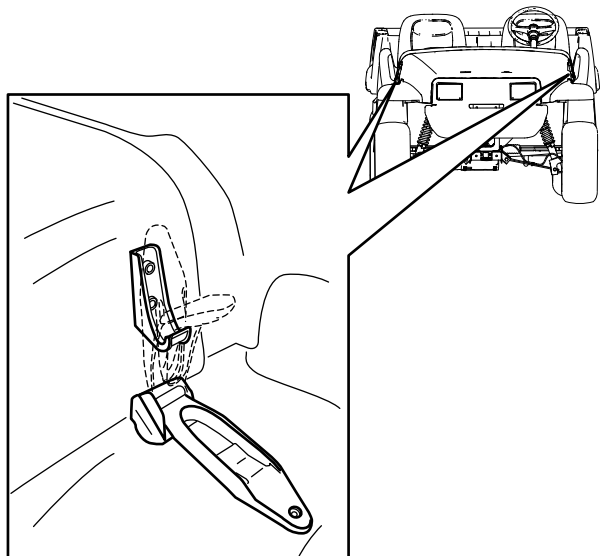

Bild 21
1. Heben Sie den Hebel der Gummriegel an jeder Seite der Motorhaube an (Bild 21).
2. Fluchten Sie die Gummriegel auf den Riegelankern an jeder Seite der Motorhaube aus, um die Motorhaube zu befestigen (Bild 21).